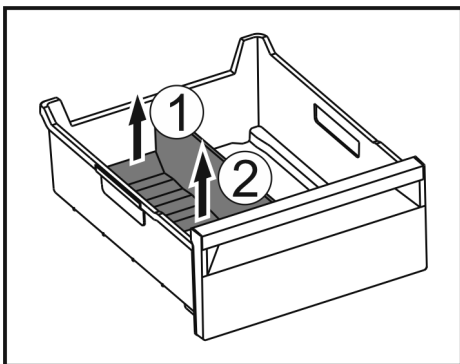

Fig. 164
- ▶ Achterste deel van de ijsvak-scheider optillen. Fig. 164 (1)
- ▶ Ijsvak-scheider er naar boven toe uitnemen. Fig. 164 (2)